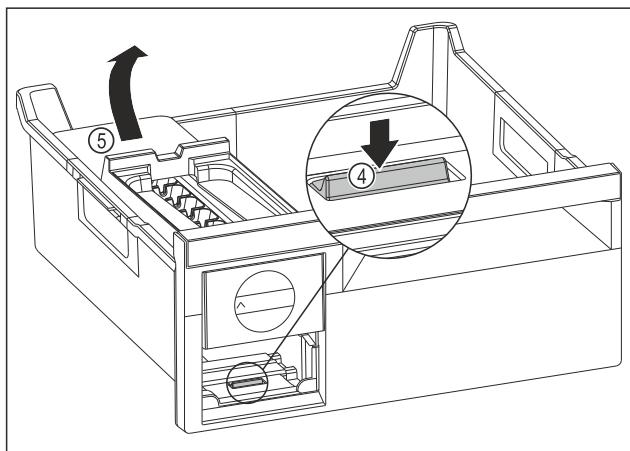

Fig. 131
- Odstranjevanje glavnega dela EasyTwist-Ice: Spono Fig. 131 (4) s prstom potisnite navzdol in hkrati z drugo roko glavni del EasyTwist-Ice Fig. 131 (5) od zadaj dvignite.